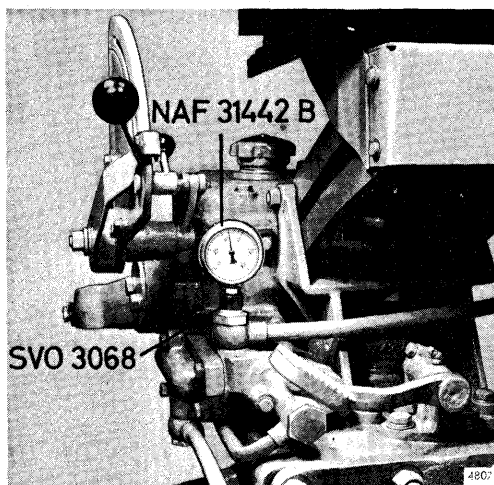

Fig. 39.
1. Tilslut et manometer med måleområdet 0-10 kp/cm² som vist i fig. 39.